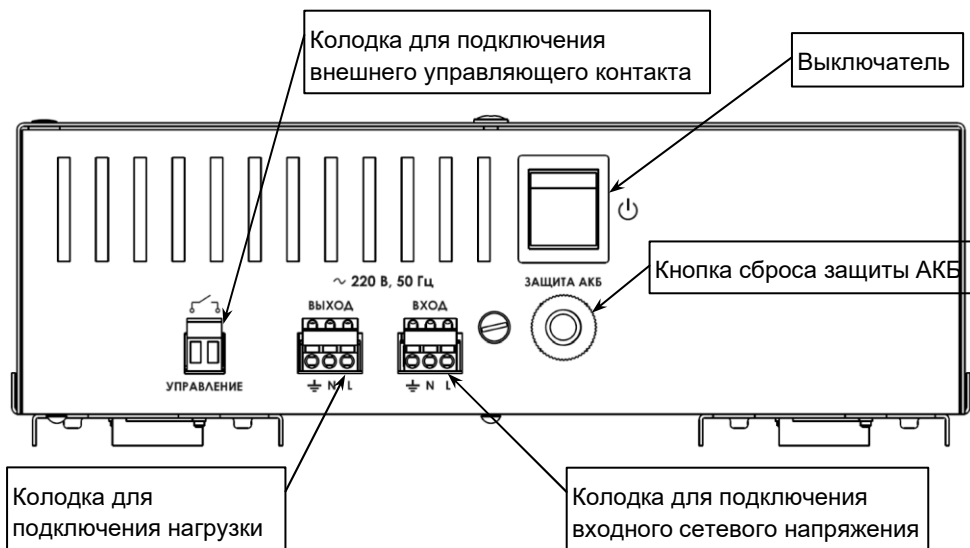
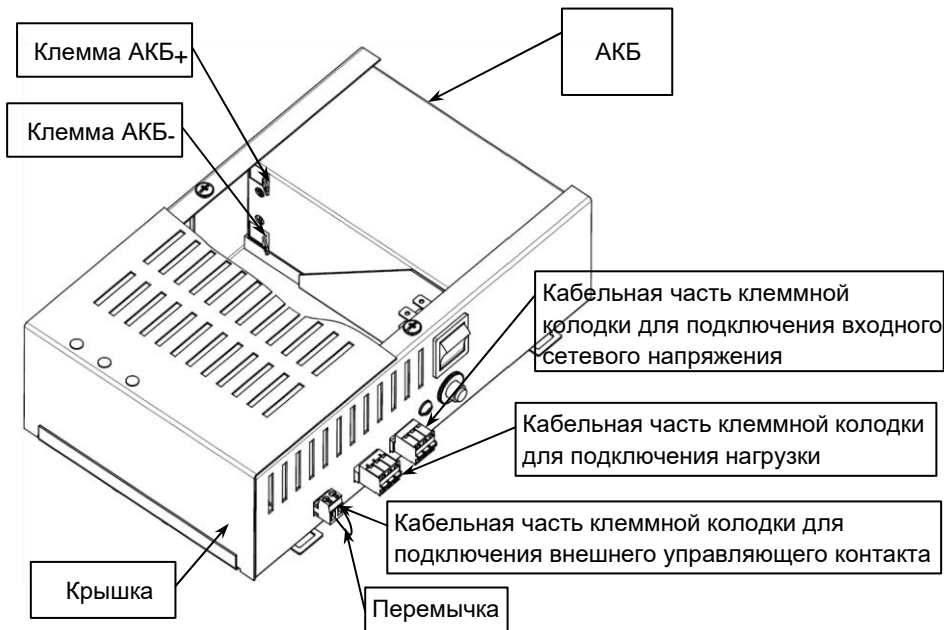

Рисунок 2- вид изделия со стороны подключения
Рисунок 3 — расположение АКБ и кабельных частей колодок
**Включение изделия** осуществляется выключателем  (см. рисунок 2). Клеммы колодки «УПРАВЛЕНИЕ» должны быть замкнуты внешним управляющим контактом или перемычкой (см. рисунок 3). После включения, изделие в течении 20 секунд тестирует состояние входного сетевого напряжения, индикатор «РЕЗЕРВ» светится. Если уровень сетевого напряжения находится в допустимом диапазоне, изделие подключает нагрузку к источнику сетевого напряжения, индикатор «РЕЗЕРВ» гаснет, индикатор «ОСНОВНОЙ» включается. В противном случае изделие питает нагрузку от АКБ (режим «РЕЗЕРВ»).
- открыть корпус изделия, сняв крышку и разместить в нем АКБ (см. рисунок 3);
- подсоединить к кабельной части разъёмной колодки «УПРАВЛЕНИЕ» провода для подключения внешнего управляющего контакта или проводную перемычку (см. рисунок 3);
- Включить изделие выключателем (см. рисунок 2).
Изделие включается только в режиме «ОСНОВНОЙ»	Сработала защита изделия по цепи АКБ. Нажать кнопку «ЗАЩИТА» (см. рисунок 2).